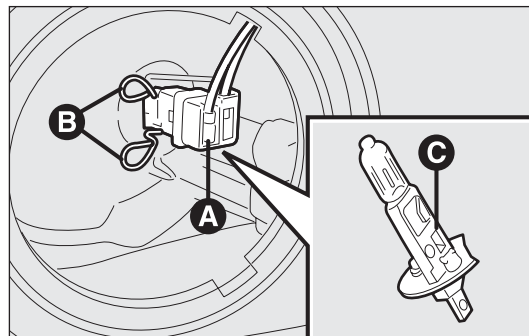

рис. 182
- отсоедините электрический разъем А – рис. 182;